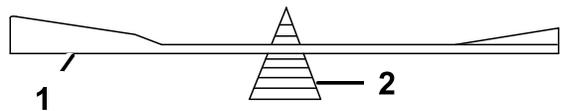

図 91
2. ブレードバランサーを使ってバランスを調べる 図 91。